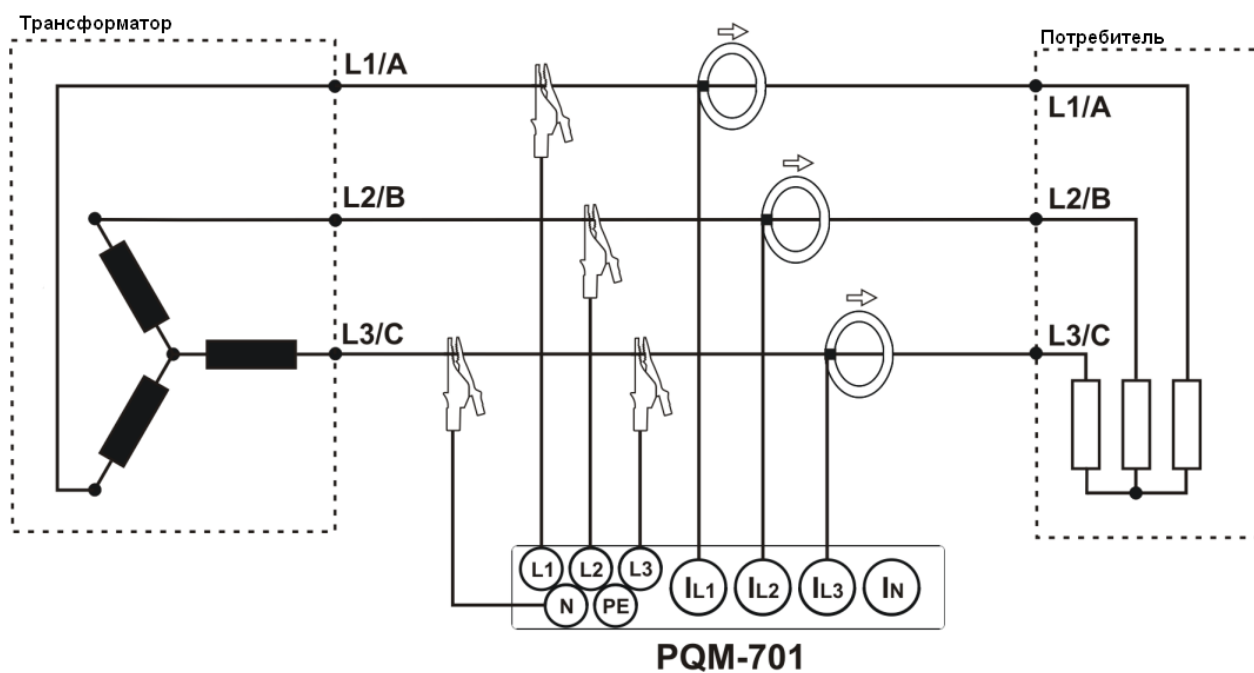
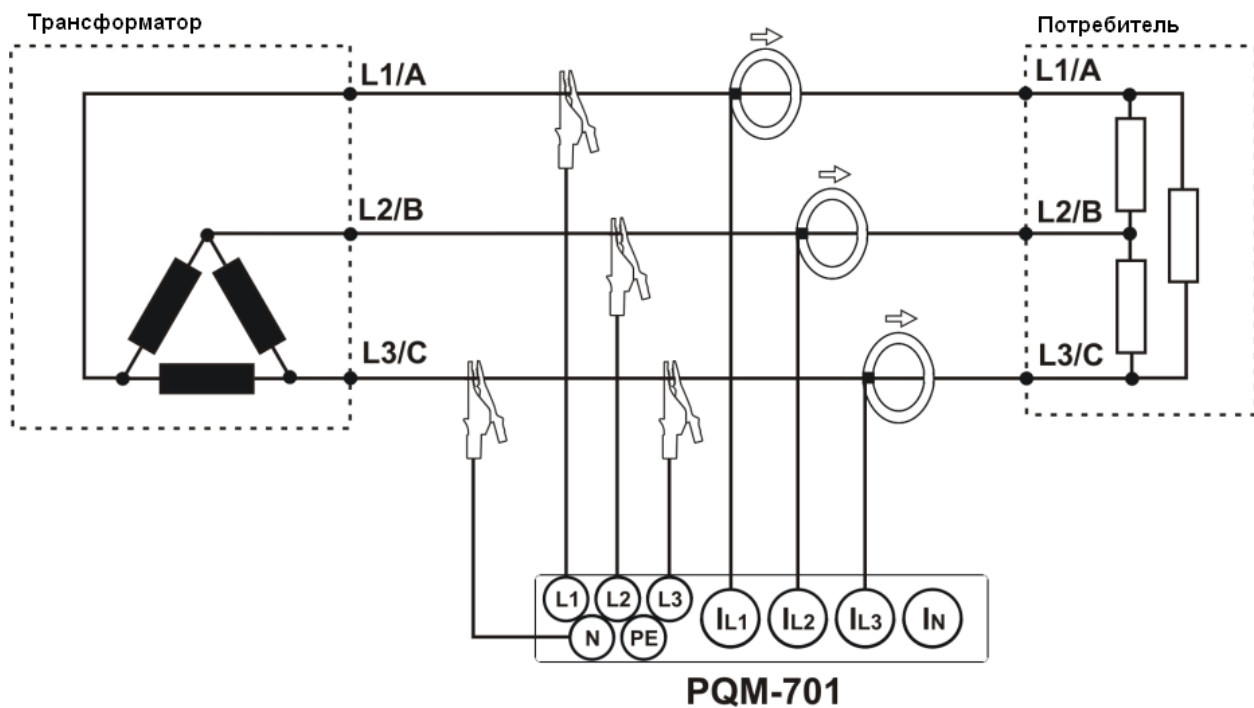
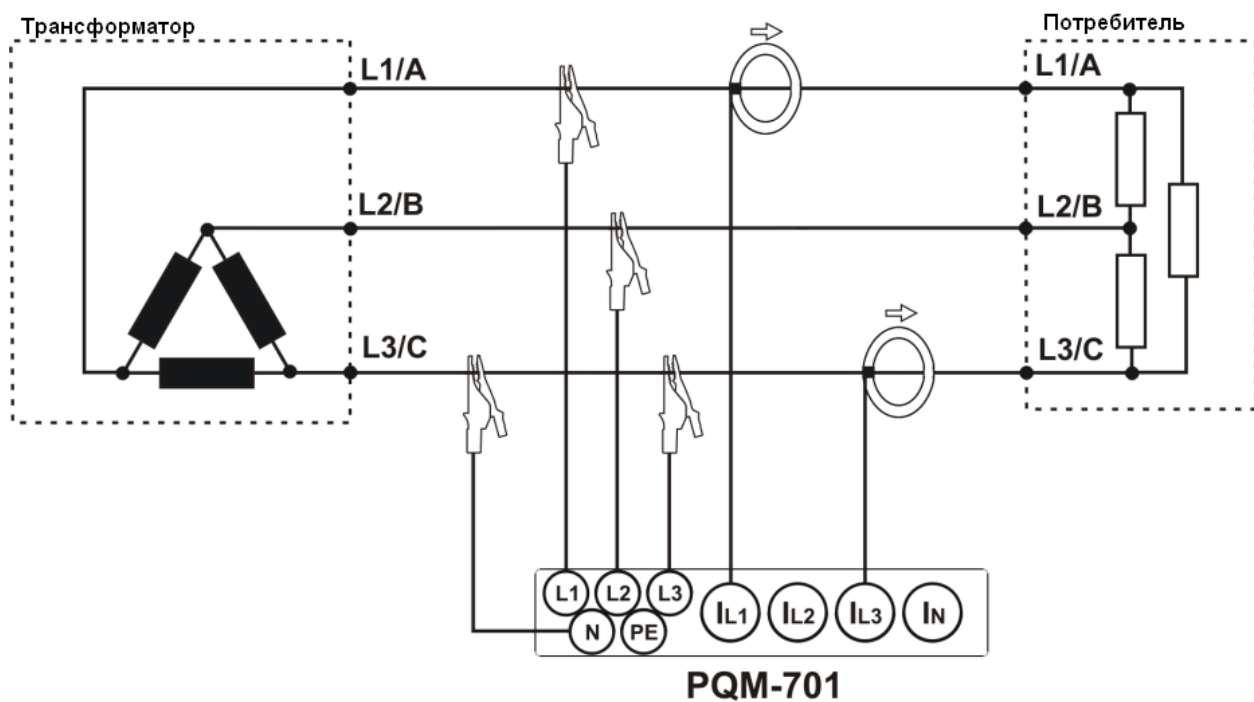
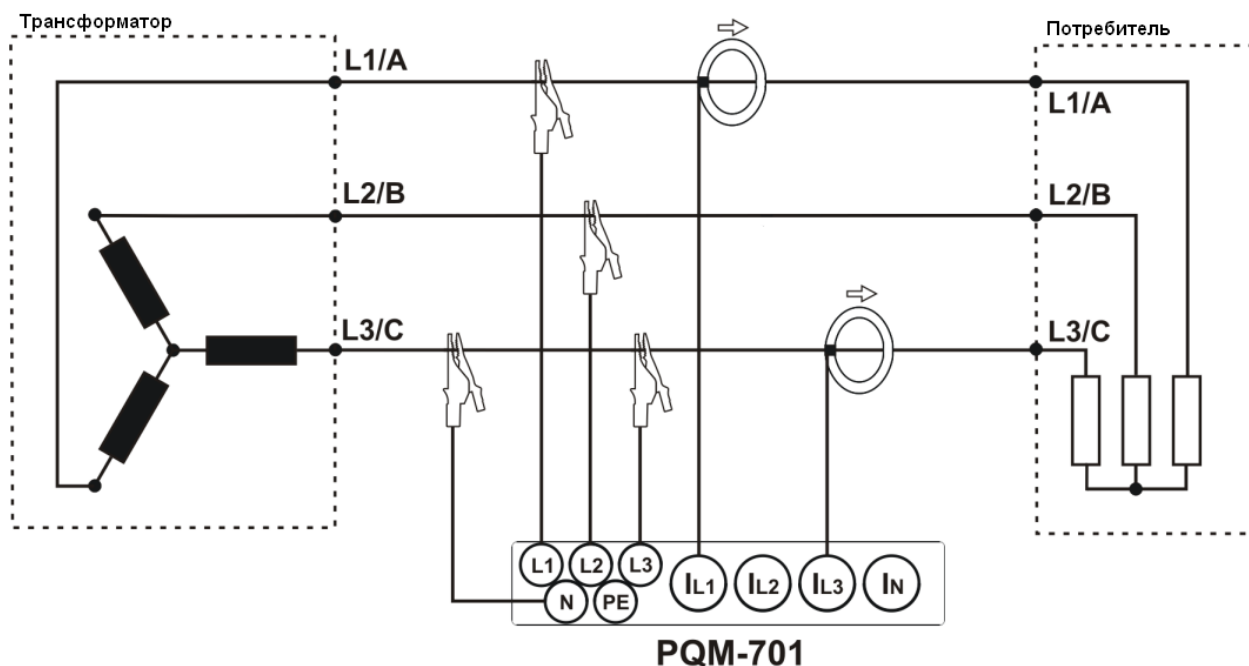

Рис. 5. Схема подключения – Трехфазная трехпроводная ("звезда") (изолированная нейтраль).
Рис. 6. Схема подключения – Трехфазная трехпроводная ("треугольник").
Рис. 7. Схема подключения – Трехфазная трехпроводная ("треугольник" Арона)
Рис. 8. Схема подключения – Трехфазная трехпроводная ("звезда" Арона)
- Трехфазная трехпроводная ("звезда") (изолированная нейтраль) (Рис. 5),
- Трехфазная трехпроводная ("треугольник") (Рис. 6).
Эту методику можно использовать в случае системы типа треугольник (Рис. 7) и звезда без нейтрального проводника (Рис. 8).
Поскольку входы измерения напряжения отнесены к входу N, в системах, где отсутствует нейтральный проводник входы N и L3 анализатора соединены между собой. Это показано на Рис. 5, Рис. 6, Рис. 7 и Рис. 8 (трехпроводные системы типа звезда и треугольник).